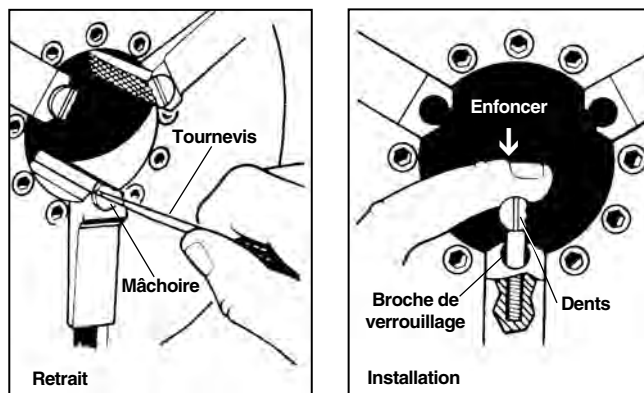

Figure 31 – Remplacement des mâchoires
1. Engagez un tournevis dans l'encoche de la mâchoire et tournez-le d'un quart de tour à droite ou à gauche pour la déverrouiller et la retirer (*Figure 31*).
2. Présentez la mâchoire latéralement contre la broche de verrouillage, puis enfoncez-la à fond (*Figure 31*).